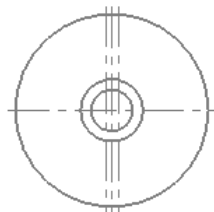

图 3.15.10 平移中心线
⑥ 定义平移距离。在“平移选项”对话框中选中 单选项，在 **极坐标** 区域的 文本框中输入值 -6，按 Enter 键确认。
⑦ 单击 按钮完成中心线的平移操作，如图 3.15.10 所示。